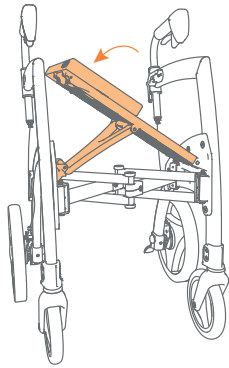

Figura 8: Empujar el asiento hacia abajo hasta que oiga un "clic"
- Empuja el asiento con la mano hasta que encaje en su sitio. Importante: el asiento no está bien asegurado hasta que no se oiga un claro 'clic' (**Figura 8**).